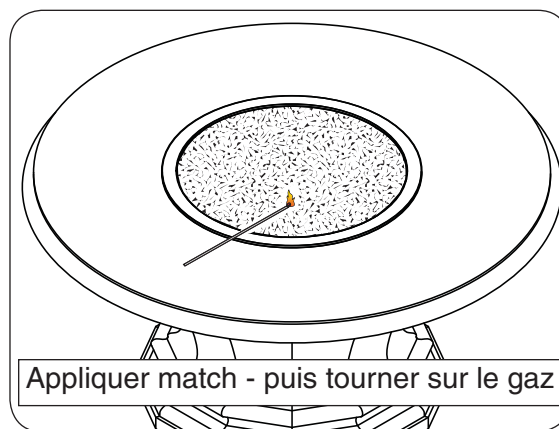

Fig. 28-1
3. Posez une lumineuse à longue tige match sur la surface du support de décoration à proximité de l'anneau brûleur (**ne tenez pas le match en main**) ou utiliser un briquet au butane allumée au long cou (Fig. 28-1).